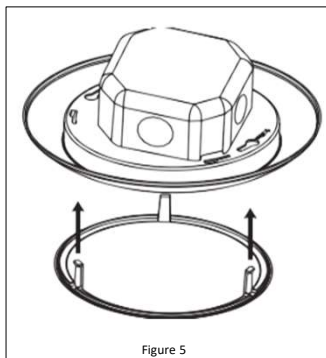

Figure 5
- Attach the diffuser lens to the fixture by aligning the lens tabs with the slots on the fixture. Once properly aligned, push the lens up. **See Figure 5.**
- Fixez le diffuseur sur le luminaire en alignant les languettes du diffuseur avec les fentes du luminaire. Une fois qu'il est correctement aligné, poussez le diffuseur vers le haut. **Reportez - vous à la Figure 5.**